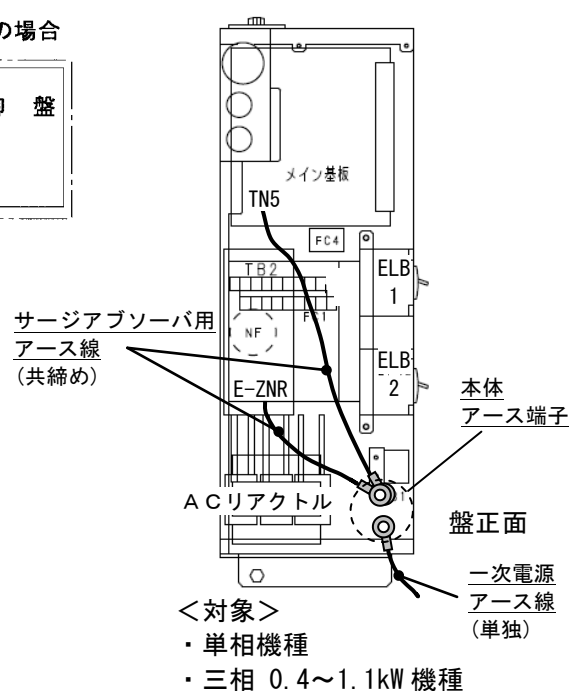

図10 本体アース端子
(2) 一次電源配線の際は、一次電源のアース線を制御盤内下部にある、本体アース端子（図10）に単独で接続してください。単相及び、三相0.4～1.1kW機種については、2本のサージアブソーバ用アース線を、一次電源のアース線とは別に、本体アース端子に共締めしてください。